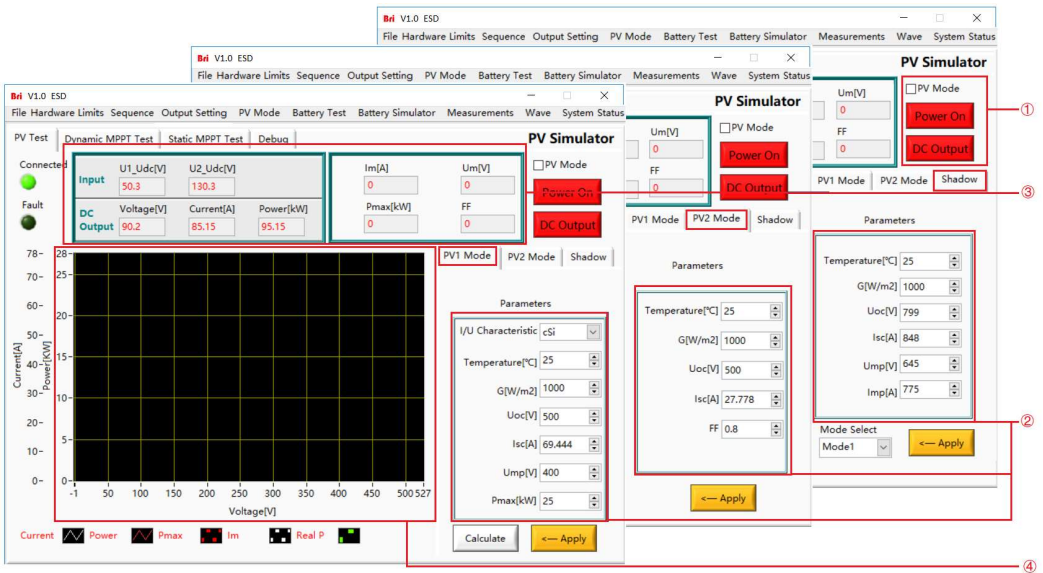

图 5-14 I-V 曲线设置
通过输入简单的参数即可创建 I-V 曲线， 每条曲线包含 1024 个数据点。可以通过修改辐射水平和温度， 来测试并网逆变器在真实条件下（云遮蔽和面板温度升高）的性能。设置 I-V 曲线的方法有三种， 如 PV1、PV2、阴影（如图 5-14）。
勾选 PV 模式 (PV Mode)，依次点击“Power On” → “DC Output”启动电源。设置 I/U 特性（晶硅/薄膜方式）、温度 (Temperature)、辐照度 ( $G[W/m^2]$ )、开路电压 ( $U_{oc}$ )、短路电流 ( $I_{sc}$ )、峰值电压 ( $U_{mp}$ )、最大功率 ( $P_{max}$ ) 等参数 (图 5-14②)，依次点击“计算 (Calculate)” → “应用 (Apply)”按钮，软件自动计算， $P_m$ 、 $U_m$ 、 $I_m$ 、FF 参数值实时显示于界面上方 (图 5-14③)，并在波形显示区生成  $I=f(U)$ 、 $P=f(U)$  曲线 (图 5-14④)。
设置光伏组件的温度 (Temp of Module)、辐照度 (Irradiance)、开路电压 ( $U_{oc}$ )、短路电流 ( $I_{sc}$ ) 等参数 (图 5-14②)，按下“设置 (Set)”按钮后，软件自动计算  $P_m$ 、 $U_m$ 、 $I_m$ ，填充因子 (FF) 等参数值显示于界面上方 (图 5-14④)，并在波形显示区生成  $I=f(U)$ 、 $P=f(U)$  曲线。
在阴影设置页面中，可选择两种模式，用户可设置模块的光伏组件的温度 (Temp of Module)、辐照度 (Irradiance)、开路电压 ( $U_{oc}$ )、短路电流 ( $I_{sc}$ )、峰值电压 ( $U_{mp}$ )、峰值电流 ( $I_{mp}$ ) 等参数 (图 5-14③)，按下“设置 (Set)”按钮后，软件自动计算  $P_m$ 、 $U_m$ 、 $I_m$ 、FF 参数值并显示于界面上方 (图 5-14④)，并在波形显示区生成  $I=f(U)$ 、 $P=f(U)$  曲线。